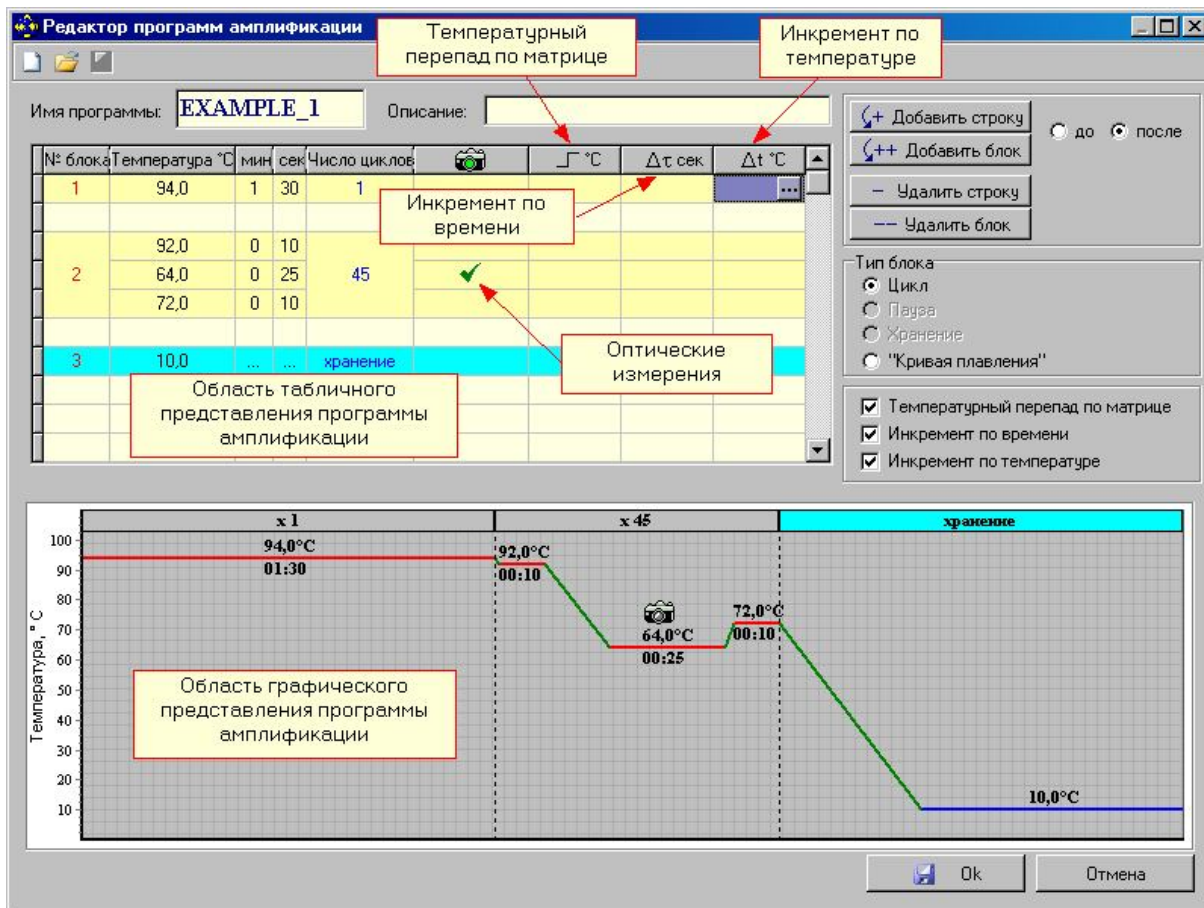

Рис.21. Редактирование существующей программы амплификации.
3. Редактировать существующую программу амплификации (кнопка ) , Рис.21).